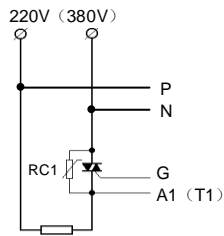
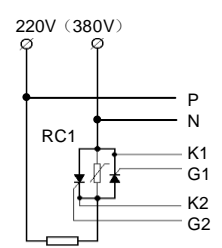

图 11: C2 型应用一传统触发型单路移相触发
图 12: C2 型应用二传统触发型单路移相触发
3. C2、C8 类型采用传统触发方式, 触发有极性且必须接同步信号线, 请严格参照前文图 11、图 12、图 15 相关接线图连接。